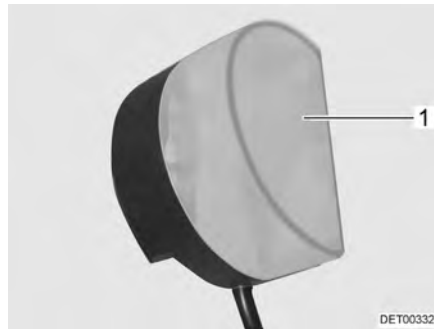

Fig. 207 Lámpara del armario ropero
- Comprimir ligeramente la cubierta de la luz (Fig. 207,1) y retirarla.